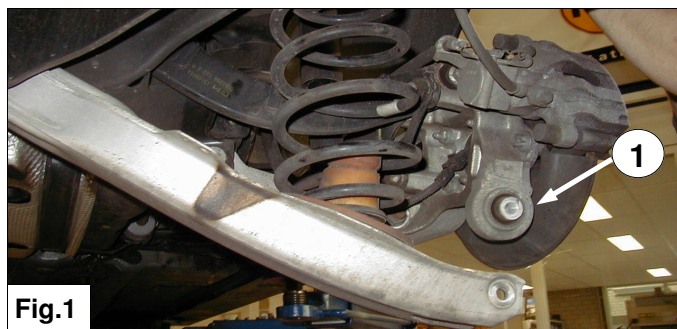

Fig.1
1. Unterstützen Sie den Tragarm und demontieren Sie den angegebenen Bolzen. **Achten Sie darauf dass der Tragarm unter Federspannung steht.** Sehe Fig. 1.
1. Soutenez le bras de suspension et démontez le boulon indiqué. **Attention : le bras de suspension est sous tension.** Voir fig. 1.
1. Stötta upp bärrarmen och demontera bulten enligt bilden. **Kontrollera så att bärrarmen spänner emot fjädern.** Se fig. 1.